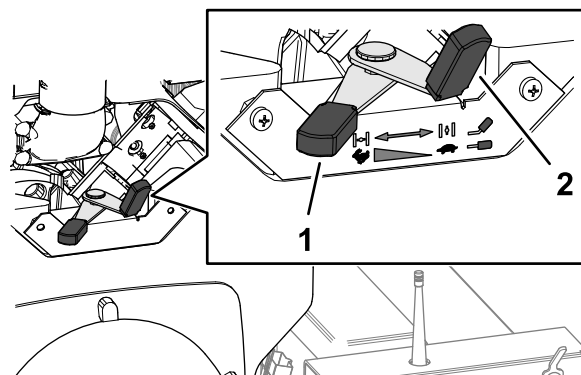

Figura 17
- Antes de ligar um motor frio, desloque a alavanca do ar (Figura 17) para a posição LIGAR.